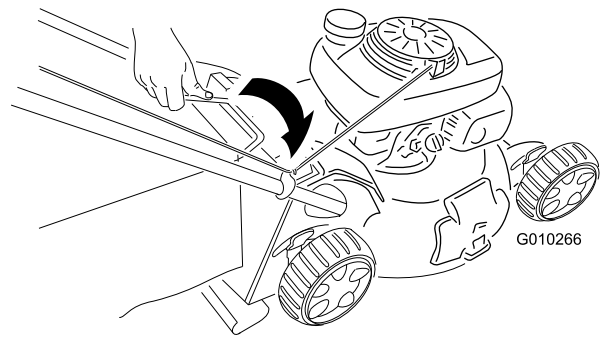
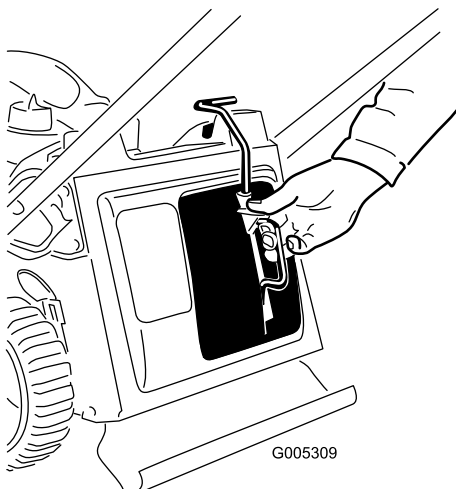

Bild 19
Bild 18
1. Bauen Sie den Mulchverschluss (Bild 18) oder den Fangkorb (Bild 19) am Rasenmäher ein.